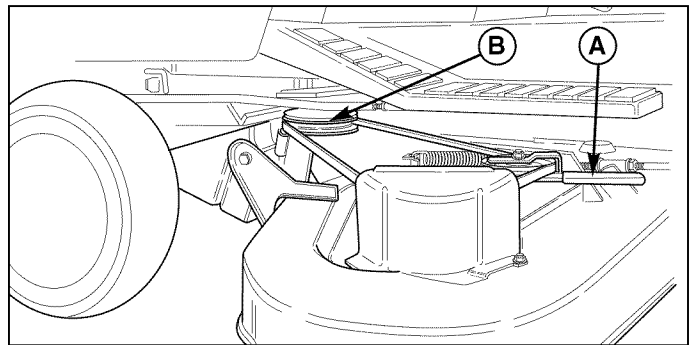

Figura 15. Retiro e instalación de la correa
3. Mueva el brazo secundario libre (A, Figura 15) para soltar la correa. Retire la correa de la polea de toma de fuerza (B).
5. Mueva el brazo secundario libre (A, Figura 15) para soltar la correa. Instale la correa en la polea de toma de fuerza (B).